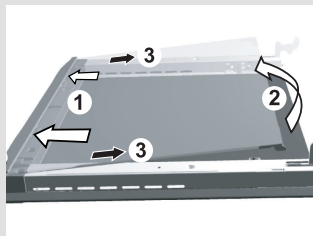

Figura 1
- Pegar no vidro pela parte inferior. Puxá-lo delicadamente para em sua direção, depois levantá-lo levemente, não muito alto, até que o canto do suporte saia da fenda (figura 1).